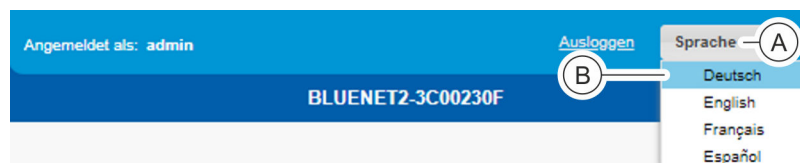

Abb. 88: Sprache umstellen
- In der Titelseite die Schaltfläche „Sprache“ (Abb. 88/A) anklicken.
2. ➔ Gewünschte Sprache auswählen (z. B. Abb. 88/Ⓚ).